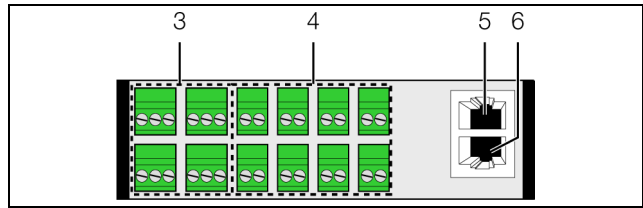

Abb. 9: Rückseite der I/O Unit
Die Spannungsquellen an Pos. 3, 4, 5 sowie 6 (Abb. 9) müssen den Limited Power Source (LPS)-Anforderungen nach UL 60950 genügen und die o.g. Grenzwerte einhalten.
An den digitalen Eingängen kann jeweils ein potenzialfreier Schalterkontakt angeschlossen und so z. B. der Störmeldungsausgang eines externen Geräts ausgewertet werden (Abb. 9, Pos. 4).
- Verbinden Sie die I/O Unit über ein CAN-Bus-Verbindungskabel mit einer CAN-Bus-Schnittstelle der CMC III Processing Unit bzw. der benachbarten Komponente im CAN-Bus (Abb. 9, Pos. 5).
- Schließen Sie ggf. an der zweiten, freien CAN-Bus-Schnittstelle der I/O Unit (Abb. 9, Pos. 6) eine weitere Komponente an (z. B. einen anderen Sensortyp).